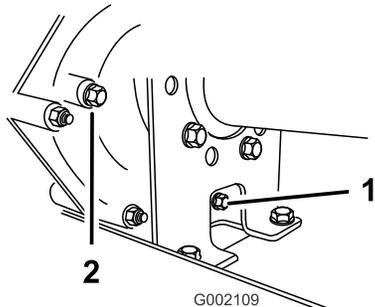
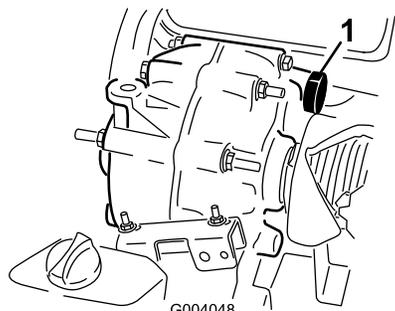

図 35
図 36
2. オイル槽の右側にあるドレン・プラグを外し（図 35）、流れ出すオイルを容器に受ける。オイルが全部流れ出たらプラグを元通りに取り付ける。
3. オイル槽（図 36）に約 1.4 リットルの SAE 10W30 自動車用オイルを入れる（点検穴の下の縁まで入れればよい）（図 35）。